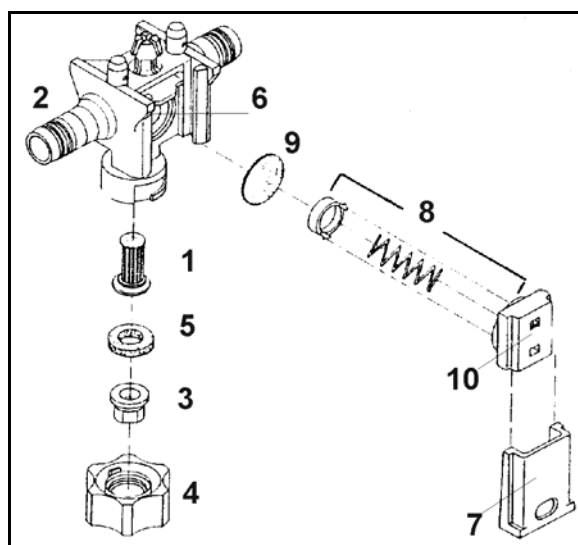

Рис. 197
Проверяйте время от времени положение заслонки (Рис. 197/7).
- Для этого вдвиньте заслонку в корпус форсунки (Рис. 197/2) настолько, насколько это возможно с умеренным усилием большим пальцем руки.
1. Вставьте фильтр (Рис. 197/1) снизу в корпус форсунки (Рис. 197/2).
2. Вложите форсунку (Рис. 197/3) в байонетную гайку (Рис. 197/4)
3. Вложите резиновое уплотнение (Рис. 197/5) поверх форсунки.
Отложения на гнезде мембраны (Рис. 197/6) являются причиной **подтекания** форсунок после отключения штанги. В этом случае очистите соответствующую мембрану следующим образом:
1. Вытяните заслонку (Рис. 197/7) из корпуса форсунки (Рис. 197/2) в направлении байонетной гайки.
2. Выньте пружинный элемент (Рис. 197/8) и мембрану (Рис. 197/9).
3. Очистите гнездо мембраны (Рис. 197/6).
Следите за правильным направлением пружинного элемента. Осажденные слева и справа, возвышающиеся края на корпусе пружинного элемента (Рис. 197/10) при установке должны подниматься в направлении профиля штанги.